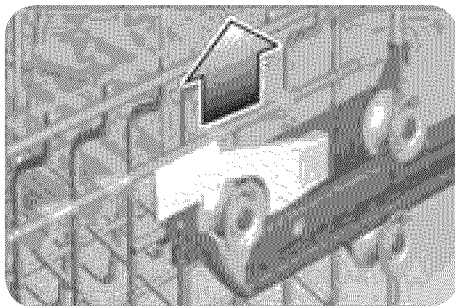

FIGURE 6
- Saisir le panier au-dessus des poignées de hauteur réglable et tirer vers le haut, figure 6, jusqu'à ce que les poignées se verrouillent en position (il n'est pas nécessaire de presser les poignées pour soulever le panier)).